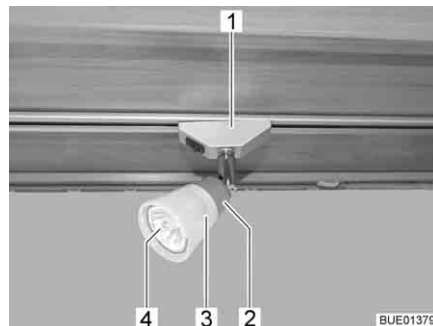

Fig. 240 Faretto alogeno (mobile)
- Ruotare il faretto alogeno (Fig. 240,1) di 90° e toglierlo dalla rotaia.
- Svitare il paralume (Fig. 240,3) in senso antiorario.
- Sfilare con attenzione il paralume con lampada alogena a incandescenza (Fig. 240,4) dal supporto (Fig. 240,2).